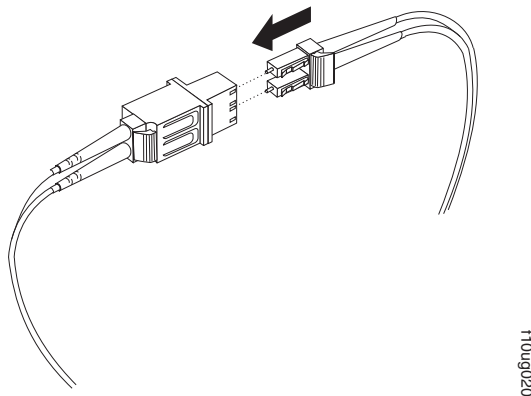

図 33. LC-SC ケーブル・アダプターへの LC-LC ケーブルの接続
4. 図 33 に示すように、LC-LC ケーブルのもう一方の端を、LC-SC ケーブル・アダプターの LC コネクター側の端に慎重に挿入します。正しい位置でクリック音がするまで、コネクターを押し込みます。